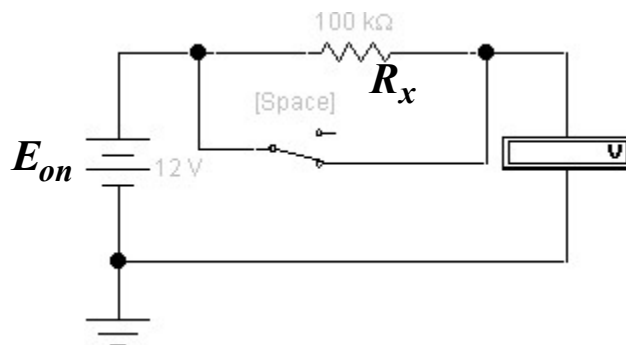

Рис. 2. Метод вольтметра
II. Метод вольтметра. При измерении сопротивлений порядка от  $10^3$  до  $10^6$  Ом можно воспользоваться данным методом (рис. 2).
5. Собрать схему рис. 2. Принять при этом: